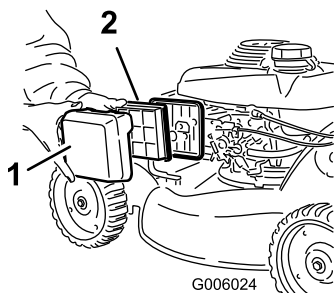

Figure 39
3. Retirez le filtre à air (Figure 39).